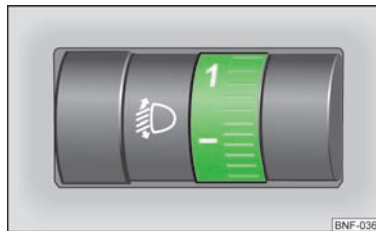

Fig. 22
- Ruotare la manopola » fig. 22 sulla profondità della luce desiderata di illuminazione degli strumenti.